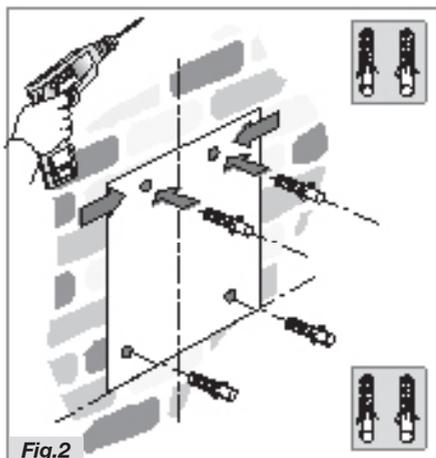

Fig.2
**Attention:** Remplacer par des lampes allogènes du même type. Ne pas toucher la lampe allogène avec les mains nues ; une fois qu'elle est remplacée, refermer le verre **C** figure 2.
- Positionner le modèle sur le mur en s'assurant que la ligne coïncide avec celle qui a été marquée préalablement. Marquer la position des trous et faire un trou (Fig.2).